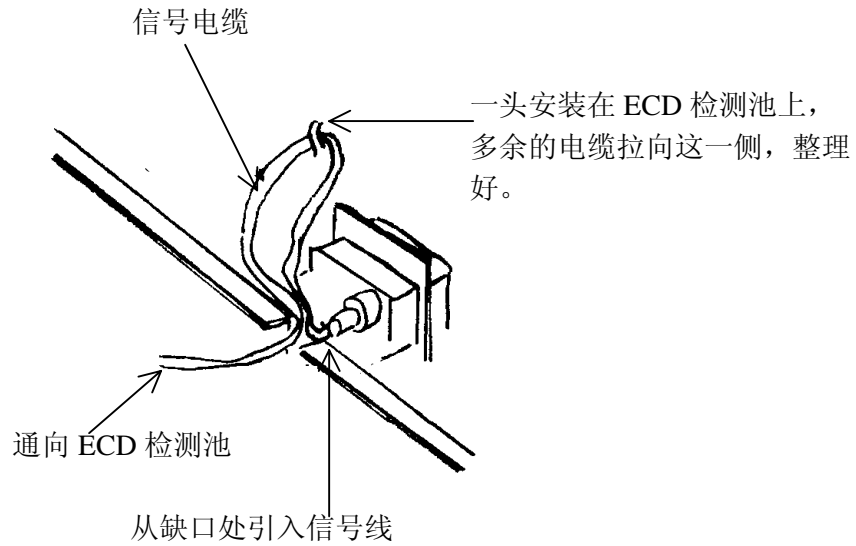

图 4.1
(3) 多余的信号电缆拉向装有电控部的右侧整理好。为避免信号电缆接触到气相色谱仪的加热部分(柱箱、气化室、检测器等)而发生熔化,必需引向右侧整理好。(参照图 4.1)